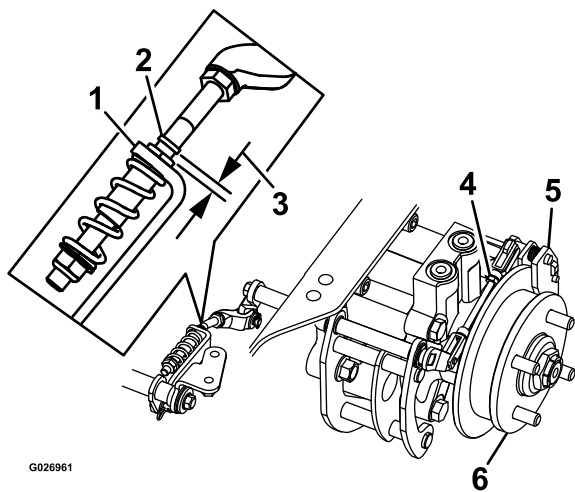

Bild 71
8. Prüfen Sie, ob ein sichtbarer Abstand zwischen der L-Halterung und dem Gestängeanschlag besteht (Bild 71).